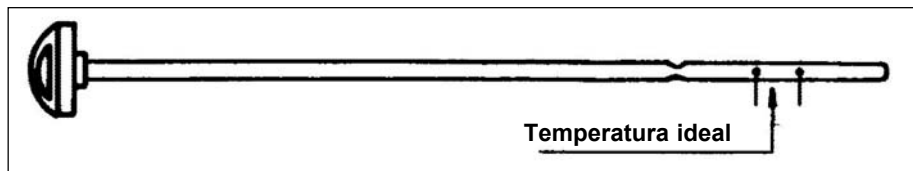

Fig 5-10. Vareta de nível de óleo da transmissão a quente
(2) nível com motor quente: (Fig 5-10)